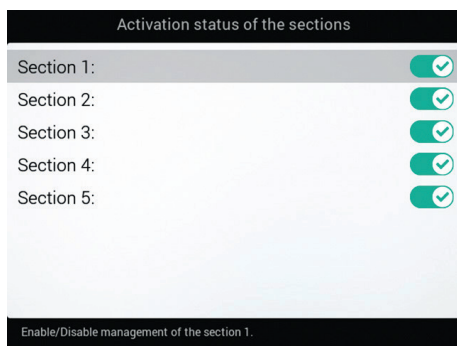

Fig. 42
- Upprepa inställningen för varje sektion (Fig. 42), genom att avaktivera de avstängda sprutpunkterna.